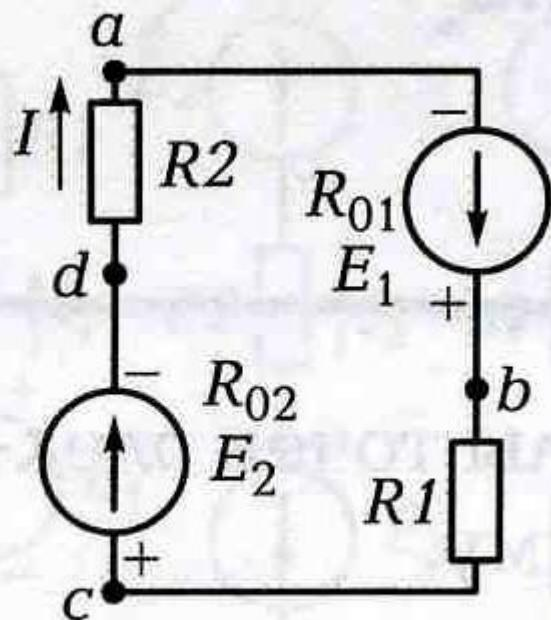

Рис. 1.4.4
Дано: схема (рис. 1.4.4); $\varphi_a = 0$ (B); $E_1 = 60$ В; $E_2 = 30$ В; $R_1 = 5$ Ом; $R_2 = 10$ Ом; $R_{01} = R_{02} = 2$ Ом.